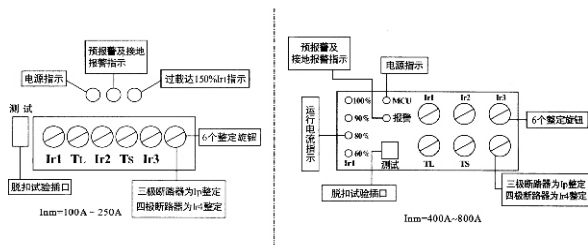

图1 M型智能脱扣器的面板布置
6.1.2 M型智能脱扣器的面板布置见图1。
打开M型智能脱扣器的面板保护盖，用一字小改锥旋转六个整定旋钮（见图1），按照该断路器负载的过电流保护要求进行各参数的整定。